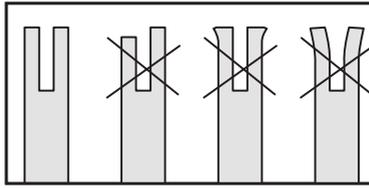

Fig. 64
5. Compruebe frecuentemente si el rail de la espada presenta un desgaste anómalo. Los dos lados del rail deben estar a la misma altura cuando los mire a lo largo del borde. El desgaste anómalo, como puede ver en la Fig. 64, es indicativo de que la espada debe sustituirse.